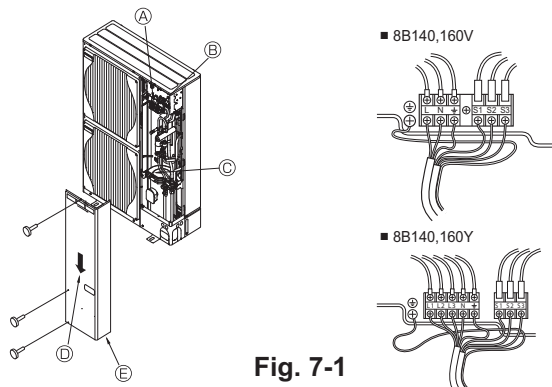

Fig. 7-1
### 7.1. Utomhusenhet (Fig. 7-1)
① Ta bort servicepanelen.
② Anslut kablarna enligt Fig. 7-1.